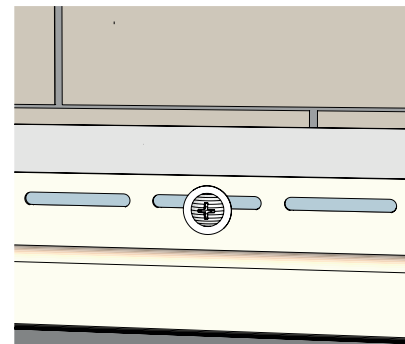

Рисунок 20
- 6.6** В горизонтально монтируемые элементы саморез должен фиксироваться в центр перфорационных отверстий (рис. 20).